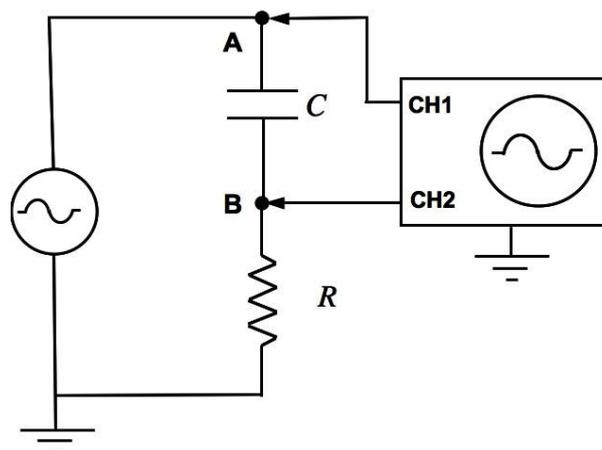

Figura 4: Circuito a ser utilizado para a verificação da lei de Ohm em capacitores sujeitos a correntes alternadas.
Vamos novamente verificar a Lei de Ohm, desta vez para capacitores. Queremos verificar como se comporta a reatância capacitiva com a frequência. Para isso vamos montar o circuito da **Figura 4** abaixo, usando $C = 2.2\mu\text{F}$ e $R = 10\Omega$. Como fizemos na **Aula 6**, vamos medir a voltagem no resistor de 10Ω e determinar a corrente através deste resultado fazendo $i_0 = V_0^R / R$.
- 1) Monte o circuito da **Figura 4**, ligue os equipamentos e ajuste o gerador (CH1) para um sinal senoidal, com frequência $f_1 = 1\text{kHz}$. Com o osciloscópio, meça o período T_1 com sua respectiva incerteza e determine a frequência f_1 , também com sua respectiva incerteza.